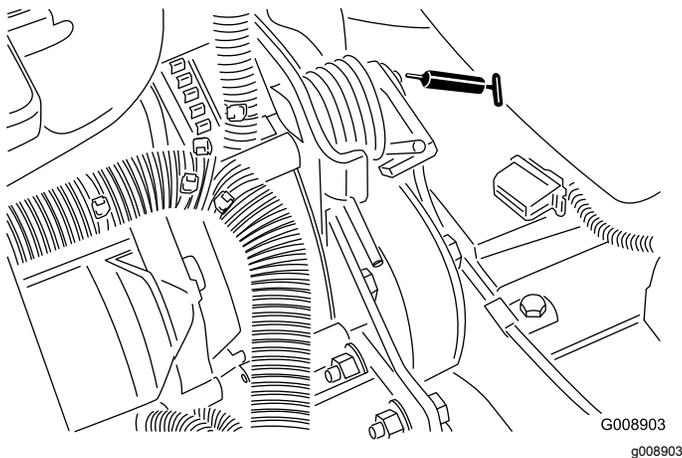

Figure 41
- Pivots de tension de courroie (Figure 41)